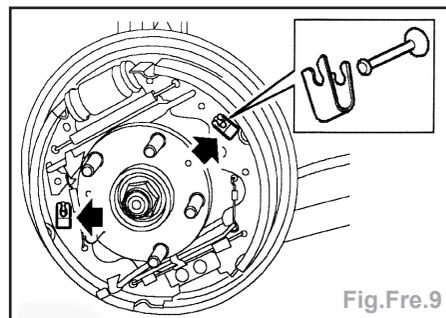

Fig.Fre.9
- Appuyer sur les attaches de segment de frein, les faire tourner pour les dégager et enlever les 2 attaches et les 2 goupilles de retenue (Fig.Fre.9).